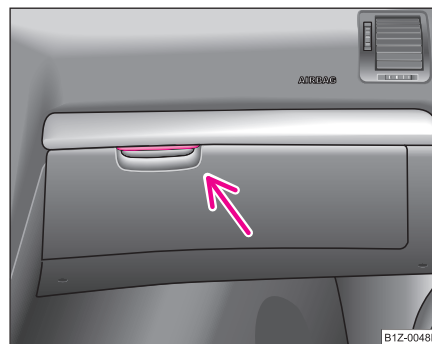

Fig. 99 Cuadro de interruptores: Compartimento guardaobjetos en el lado del acompañante
- Presione el asidero de la tapa ⇒ fig. 99 - la tapa se abatirá hacia abajo.